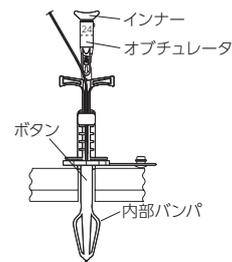

図 5
4. オブチュレータのインナーを押しこんで、ボタンの内部バンパを伸展させる。(図5)